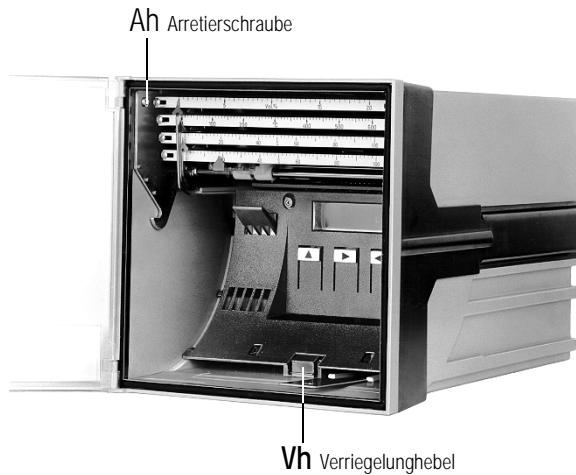

Bild 13
(siehe Bild 13 bis)
1. Arretierschraube **As** lösen (siehe Bild 13) und Meßsystemträger ca. 2 cm vorziehen.
2. Verriegelungshobel **Vh** anheben (siehe Bild 13) und gleichzeitig Baugruppe vorziehen.
7. Meßsystemträger ins Gehäuse einschieben und Arretierschraube **As** festdrehen (siehe Bild 13).